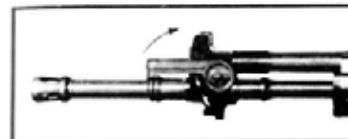

Fig. 15
- controllare che la leva valvola lanciagranate sia in posizione orizzontale (vedasi fig. 15),
- check that spindle valve lever is in horizontal position, (see figure 15),
Per prarare il fucile per il lancio della granata, alzare il braccio della valvola lanciagranate dalla posizione orizzontale a quella verticale (vedere fig. 15 e 16).
To prepare the rifle for the launching of the grenade raise spindle valve lever from the horizontal position to the vertical position (see figures 15 and 16).